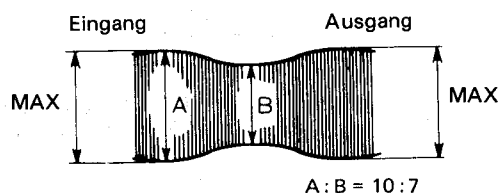

Abbildung 31
5. So einstellen, daß bei einer Verschiebung des Spurlagenreglers (wenn der Spurlagenregler bewegt und A der HF-Wellenform beginnt, abzunehmen) das Verhältnis zwischen A und B in Abbildung 31 besser ist als  $A:B = 10:7$ .